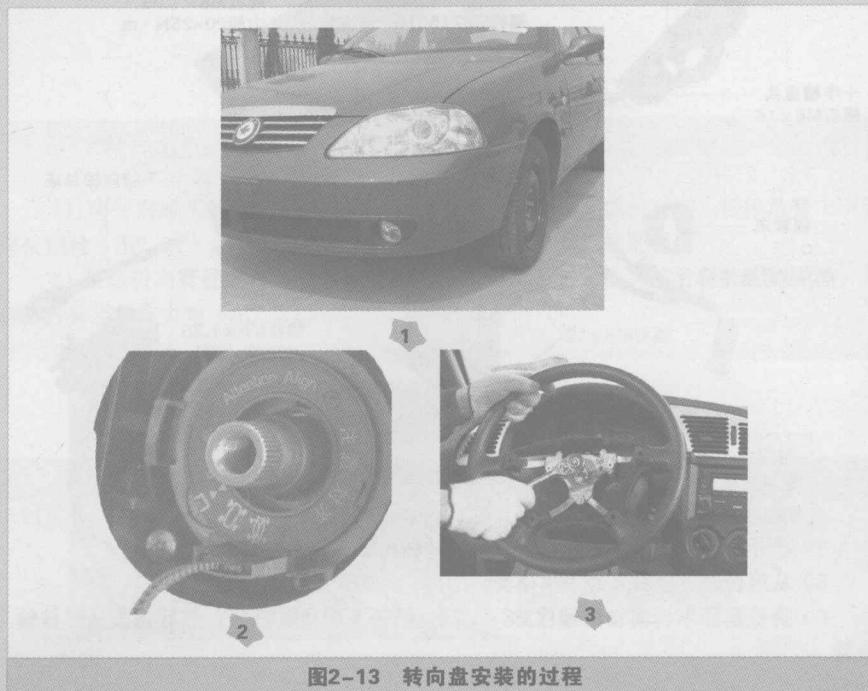

图2-13 转向盘安装的过程
注意：在调整螺旋电缆之前摆正轮胎（图2-13的1）。
- 3) 对齐螺旋电缆上的标记点后即可（图2-13的2）。
- 5) 拧上转向盘总成的紧固螺栓（图2-13的3），按规定力矩拧紧。拧紧力矩：